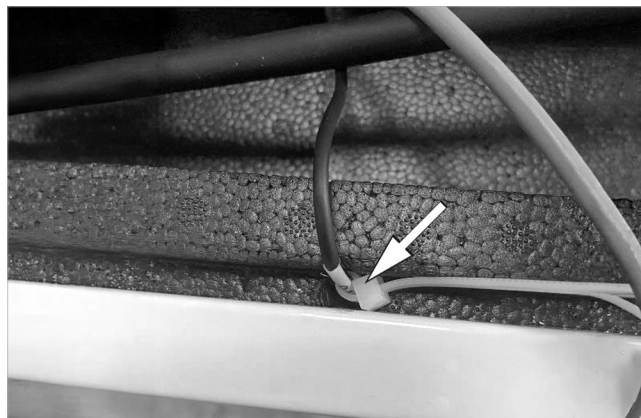

Abb. 2: Sensor mit Kabelbinder fixieren
4. Den NTC-Sensor in die Bohrung einschieben und mit einem Kabelbinder fixieren (siehe → Abb. 2).